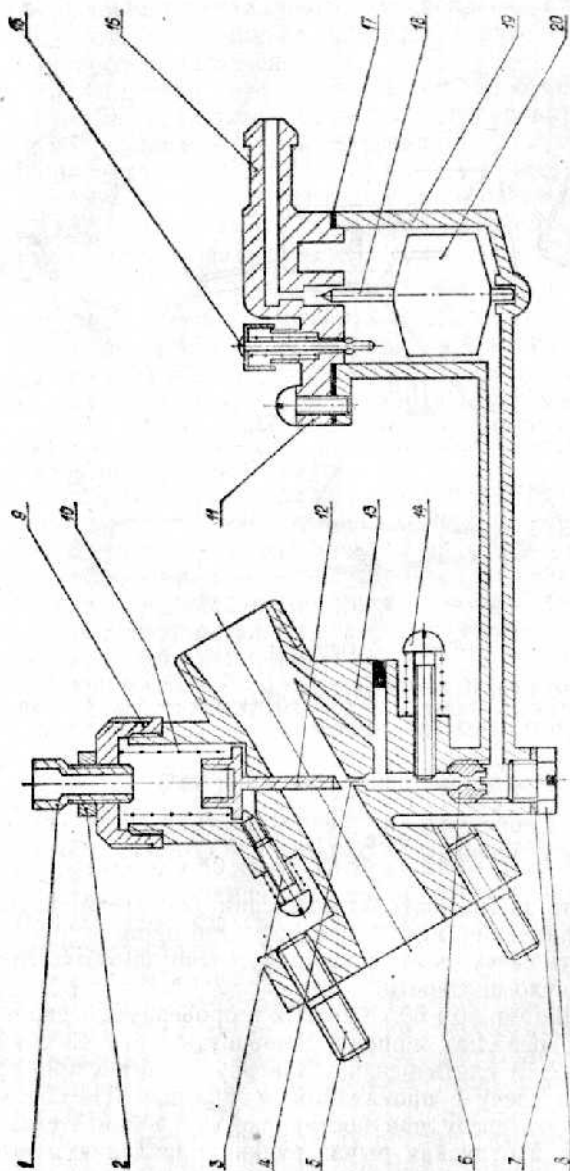

Рис. 6. Схема карбюратора КЗ4Б:
Втулка 1 имеет продольный паз 10, а втулка 2 — винтовой паз 9, между которыми находится ползунок 3, соединенный с гибким тросом и дросселем 12 карбюратора (рис. 6).
Карбюратор (рис. 6) состоит из корпуса 13, крышки поплавковой камеры 11, поплавок 20 с иглой 18, дросселя 12 и жиклера 6. Топливо из бака через фильтр топливного крана по топливопроводу поступает самотеком к штуцеру крышки 16 и заполняет поплавковую камеру.
5. При положении ручки управления дросселем карбюратора на себя до упора проверить полное открытие диффузора карбюратора, для чего снять воздухоочиститель. При необходимости отрегулировать винтом 1 (рис. 6).
3. При запуске холодного двигателя следует нажать на кнопку утопителя 15 (рис. 6) до полного заполнения поплавковой камеры (топливо должно показаться из-под колпачка утопителя). При запуске прогретого двигателя нажимать на кнопку утопителя не надо.
Если двигатель глохнет, вернуть винт 3 (рис. 6) на $1 \div 2$ оборота. При повышенных оборотах холостого хода вывернуть винт 3 на $1 \div 2$ оборота.